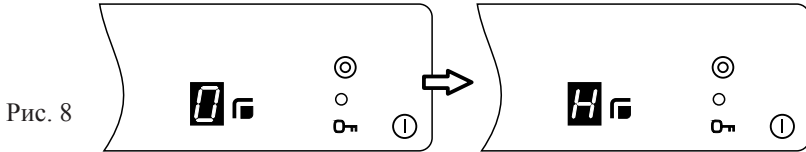

Рис. 8
После выключения конфорки в окне индикации ^③ (рис. 8) высвечивается буква «Н» (от англ. hot – «горячий»). Индикация «Н» гаснет, когда температура рабочей зоны становится безопасной.